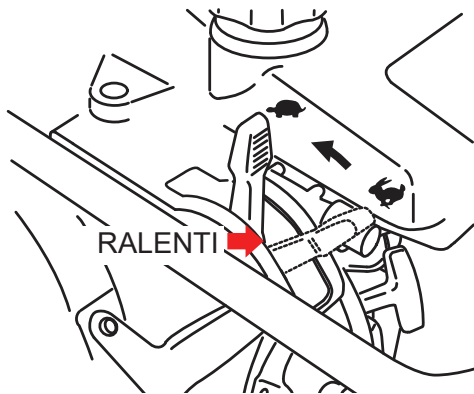
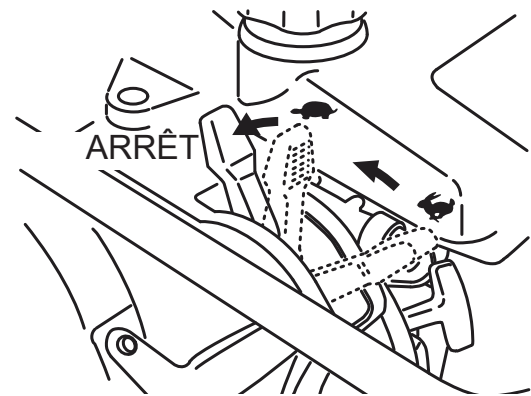

Figure 6. Levier d'accélérateur (position ralenti)
Figure 11. Levier accélérateur (position d'arrêt)
1. Déplacer le levier de l'accélérateur de la position arrêt à la position ralenti (☛) (Figure 6). Ceci ouvre le robinet de carburant et active le circuit électrique automatiquement.
3. Pour arrêter l'opération de damage, déplacer rapidement le levier d'accélérateur depuis la position **DÉMARRAGE** en position **RALENTI** (Figure 6).
1. Déplacer rapidement le levier d'accélérateur de la position **DÉMARRAGE** à la position **RALENTI** (Figure 6) et faire fonctionner le moteur pendant trois minutes à basse vitesse. Quand le moteur **est refroidi**, déplacer le levier de l'accélérateur en position **ARRÊT** (Figure 11). Le moteur s'arrête et le robinet d'essence se ferme automatiquement.